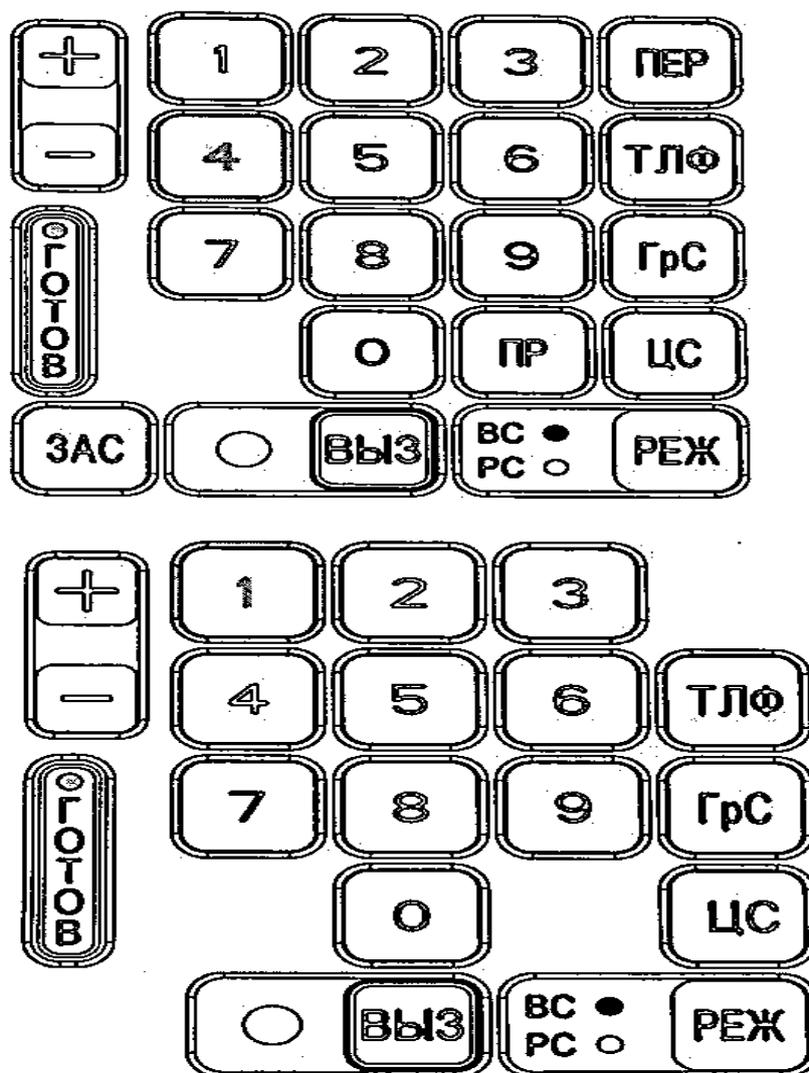

Рисунок 46 – Индикация пультов, между которыми производится разговор
- например, требуется осуществить вызов с пульта № 1 на пульт № 4. Для этого на пульте № 1 нажимать клавишу «РЕЖ», пока не загорится зеленым цветом индикатор «ВС» (см. рисунок 45), нажать клавишу «4». Автоматически установится разговор между данными пультами (рисунок 46);